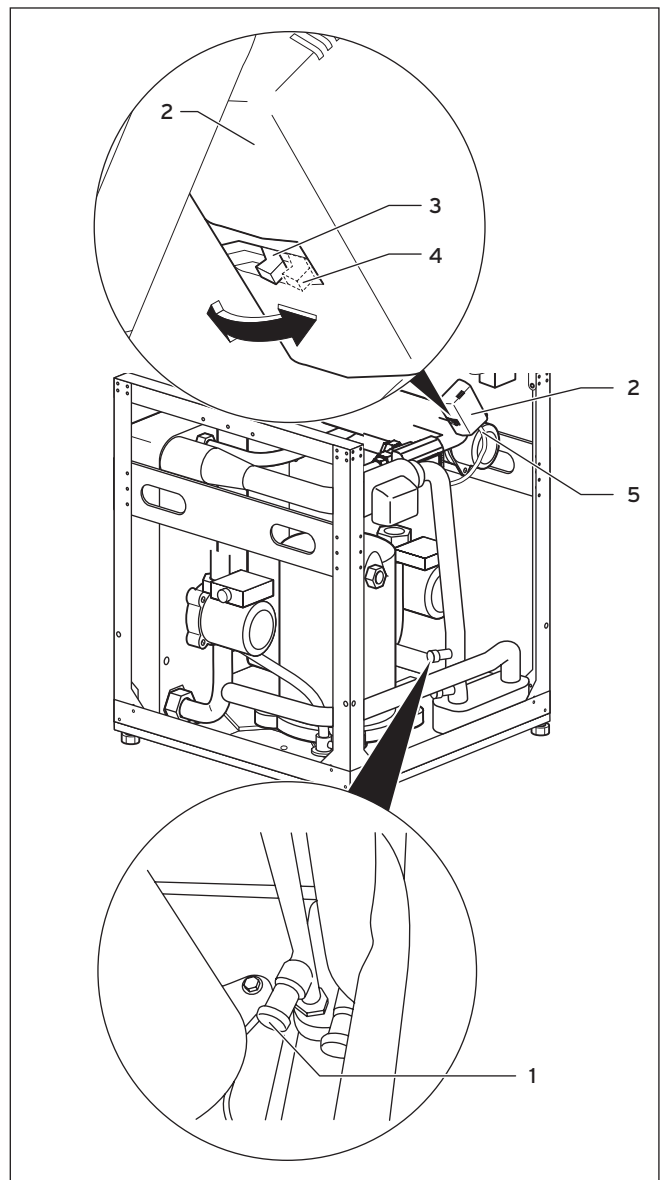

Fig. 5.2 Vanne d'inversion à trois voies et vanne de remplissage/purge du circuit de chauffage
- Fixez l'extrémité libre du tuyau de remplissage à la vanne de remplissage et de purge du circuit de chauffage (fig. 5.2, pos. 1).
- Appuyez sur le levier de commutation blanc (3) de la culasse de moteur de la vanne d'inversion à trois voies du refroidissement (2) jusqu'à enclenchement en position médiane.
Le commutateur blanc du carter de moteur de la vanne d'inversion à trois voies du refroidissement doit maintenant être en position initiale (fig. 5.2, pos. 4).